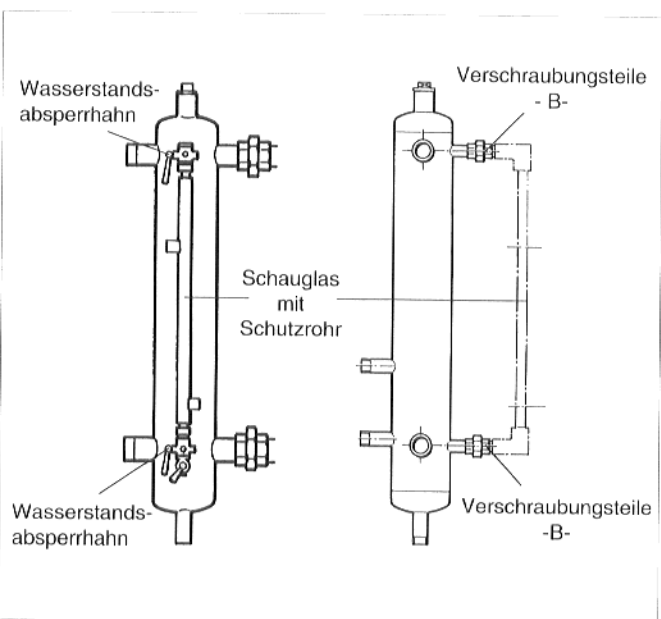

Abb. 17 Vorder- und Seitenansicht d. Dampfflasche
- Verschraubungsteile -B- von der Dampfflasche lösen (Abb. 17). Wasserstandsabsperrhähne in die Verschraubungsteile -B- eindichten.
- Der Wasserstandsabsperrhahn mit Entleerungshahn (Abb. 17) wird an dem unteren Anschluß mit der Verschraubung angebracht, nicht vergessen die Dichtungen in die Verschraubungen einzulegen.